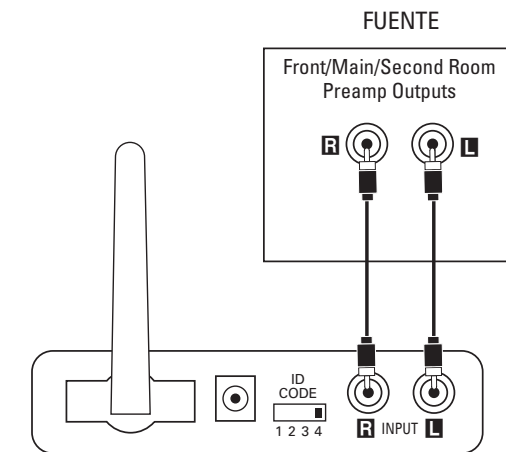

Figura 4.
Paso 1. Conecte el cable de interconexión (incluido) entre las salidas preamplificadas principales/frontales (o las salidas de zona 2 o las salidas de grabación REC) y las entradas del módulo transmisor ⑭, tal como muestra la Figura 4.